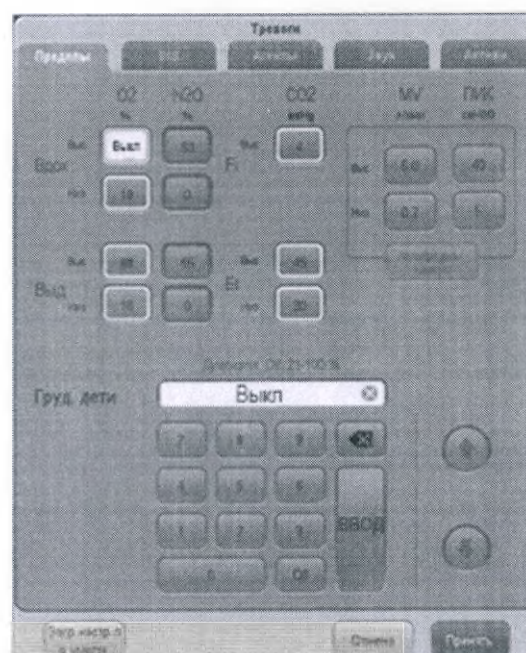

РИСУНОК 6-7 Вкладка «Пределы»
2. Выберите вкладку «Пределы» или «Агенты». (См. РИС. 6-7)